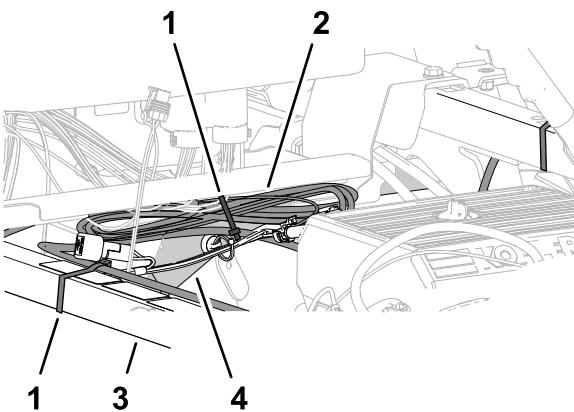

Bild 212
1. Bündeln Sie die überflüssige Länge des Datenkabelbaums am rechten, oberen Rahmenrohr (Bild 212).
2. Fluchten Sie den Datenkabelbaum mit dem Stützrohr des Stoßdämpfers aus und befestigen Sie den Kabelbaum mit einem Kabelbinder am Rohr (Bild 212).
3. Fluchten Sie das Datenkabelbaumbündel mit dem rechten, oberen Rahmenrohr aus und befestigen Sie das Kabelbaumbündel mit einem Kabelbinder am Rahmenrohr (Bild 212).